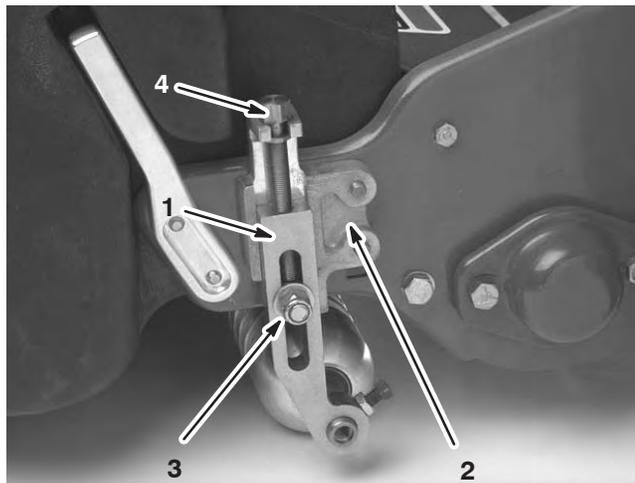

Figure 13
2. Desserrez les contre-écrous de fixation des bras de hauteur de coupe sur les supports de hauteur de coupe (Fig. 13).